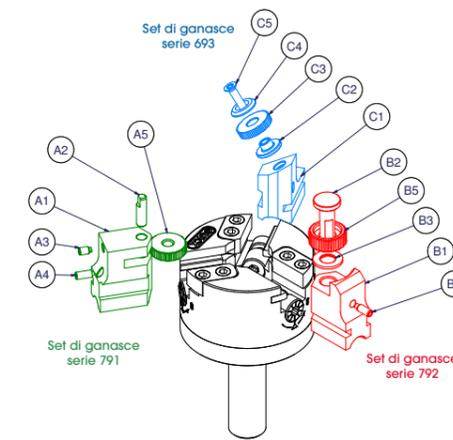

Fig. 2: Vista d'insieme + varianti di ganascas
La bussola (fig. 2, pos. A2), il bullone flangiato (fig. 2, pos. B2), il godrone di godronatura (fig. 2, pos. A5 + pos. B5 + pos. C3), la boccia scorrevole e la rondella (fig. 2, pos. C2 + pos. B3) e le viti a testa svasata (fig. 2, pos. C5) come anche i godroni di godronatura (fig. 2, pos. A5 + B5 + C5) devono essere sostituiti dopo cicli definiti, al più tardi in presenza di notevole usura o di parametri di processo devianti. Si raccomanda un sufficiente afflusso di liquido refrigerante o olio da taglio!
- Se utilizzando la serie C693 le viti (fig. 2, pos. C5) si allentano durante il processo, si consiglia di utilizzare il frenafilietti LockTite ad alta resistenza.
Allentare il grano filettato (fig. 2, pos. A3) e girare verso l'interno il grano filettato posteriore (fig. 2, pos. A4) in modo tale che la bussola (fig. 2, pos. A2) possa essere rimossa. Infine sostituire il godrone di godronatura (fig. 2, pos. A5) e fissarlo nella scanalatura con la bussola.
Allentare il grano filettato (fig. 2, pos. B4) e rimuovere il bullone flangiato (fig. 2, pos. B2) insieme al godrone di godronatura (fig. 2, pos. B5) e alla rondella (fig. 2, pos. B3). Montare il nuovo godrone di godronatura con la rondella sul bullone flangiato e serrarlo con il grano filettato nel portagodrone. Allineare la superficie di serraggio dei bulloni flangiati in modo tale che vengano bloccati dal grano filettato.
Allentare completamente le vite torx (fig. 2, pos. C5) e rimuovere la rondella di copertura (fig. 2, pos. C4) insieme al godrone di godronatura (fig. 2, pos. C3) come anche la boccia scorrevole (fig. 2, pos. C2). Infine montare il nuovo godrone di godronatura sulla boccia scorrevole e fissarlo saldamente alla ganascia (fig. 2, pos. C1) con la vite torx. Rispettare le coppie di serraggio indicate nella Tabella 3, Capitolo 7.